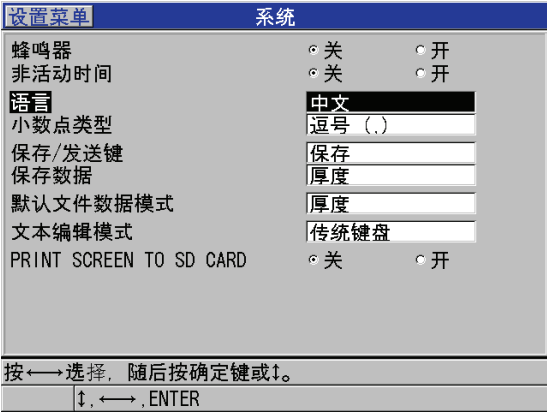

图 4-1 选择用户界面语言
3. 在**系统**屏幕中（参见第 40 页的图 4-1）：